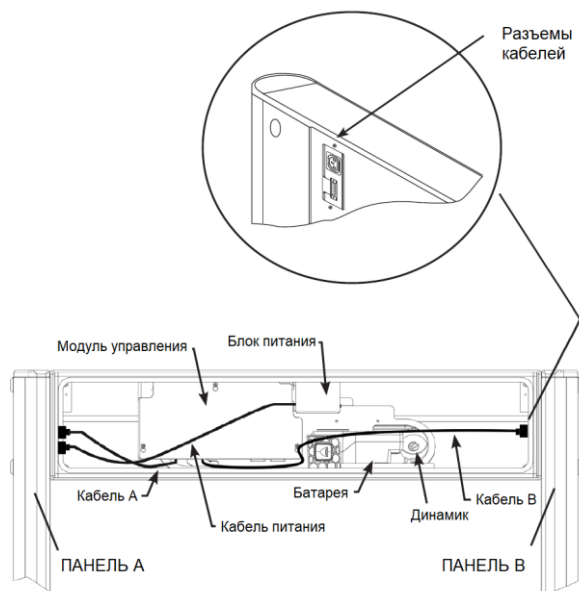

Рисунок 11
4. Откройте крышку блока управления. Подключите кабель А (44 контакта) и кабель В (44 контакта) к соответствующим панелям до щелчка. (см. Рисунок 11)